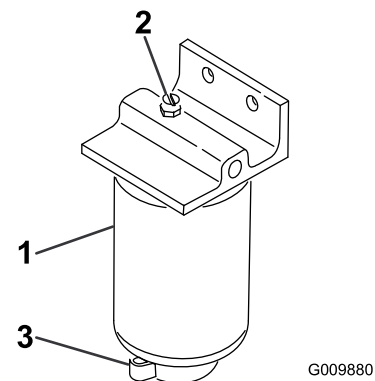

Figura 47
2. Afloje la válvula de vaciado de la parte inferior del cartucho del filtro y deje que se vacíe el contenido (Figura 47).
2. Retire el cartucho del filtro y limpie la superficie de montaje (Figura 47).